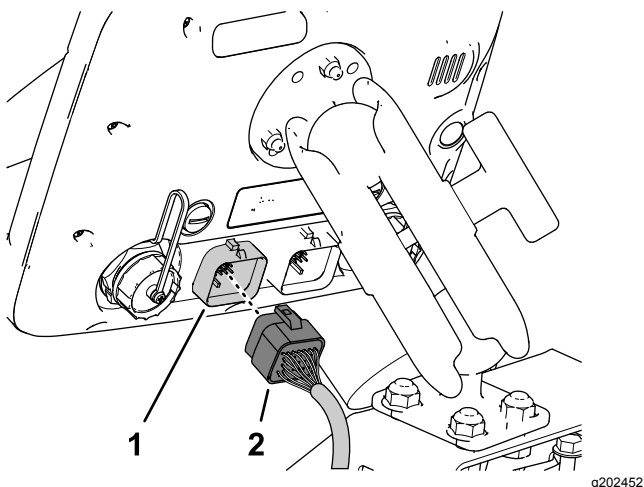

Bild 205
- Fluchten Sie den 26-Buchsen-Stecker des Datenkabelbaums mit dem 26-Stift-Stecker des Sprühmonitors aus und drücken Sie den Buchse-Stecker in den Stift-Stecker, bis der Riegel des Steckers einrastet (Bild 205).